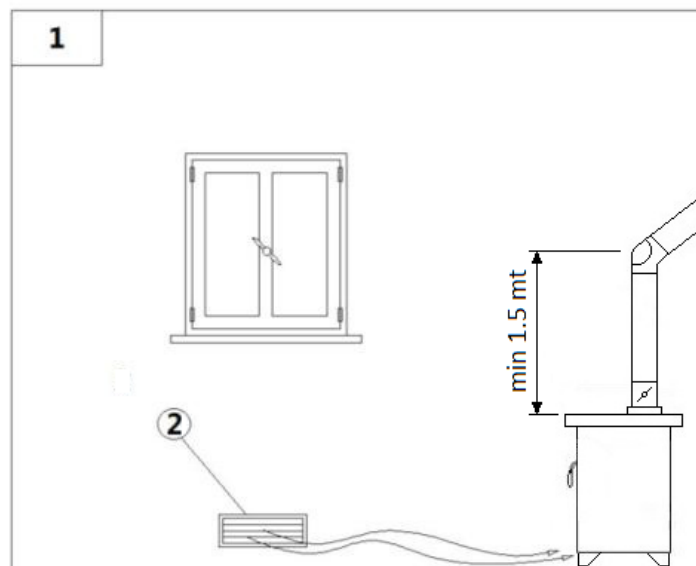

Fig. 5 - Afflusso d'aria diretta
LEGENDA Fig. 5 a pag. 8
- L'afflusso dell'aria tra l'esterno ed il locale può avvenire per via diretta, tramite apertura su parete esterna del locale (vedi Fig. 5 a pag. 8).